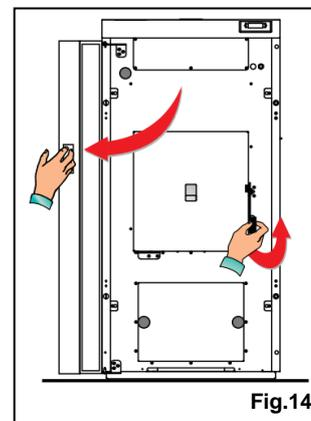

Fig.14
- Aprire l'antina, agendo manualmente sulla maniglia (fig.14).